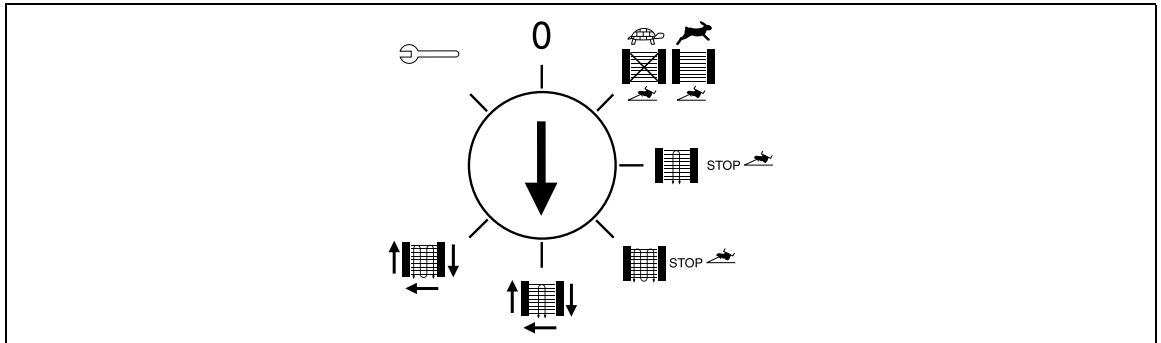

Abb. 7-19 Stellung Programmwahlschalter
- Der Programmwahlschalter befindet sich in Stellung „Arbeitsmodus“ (Abb. 7-19).